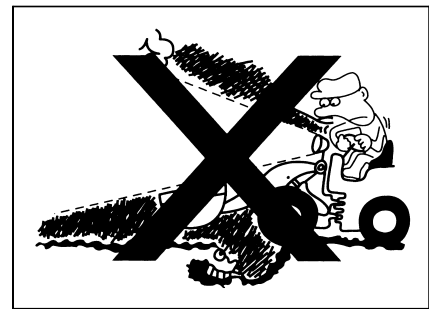

Рис. 1-49
- При работе следует включить переднюю фару и потолочную лампу (рис. 1-49).